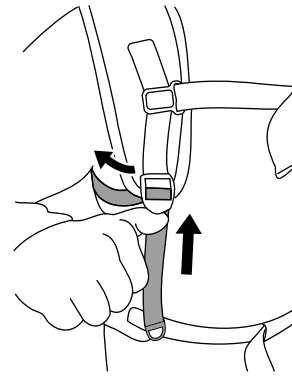

Figura 8
5. Si las hombreras o las correas que soportan el peso están demasiado apretadas, presione hacia arriba sobre los tensores para alargar la correa (Figura 8).